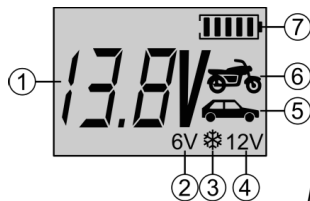

Figura 2: Display
All'inizio del processo di carica, se necessario, ad esempio nel caso di batterie solfatate, si cerca di rigenerare la batteria collegata con l'aiuto di brevi impulsi di corrente. Questa funzione di rivitalizzazione è automatica e non può essere impostata direttamente. Secondo il livello di carica della batteria, il dispositivo modifica la corrente di carica per ottimizzare il processo. Solo durante la fase di carica principale, il dispositivo lavora con il massimo valore della corrente di carica. Poco prima del raggiungimento del massimo livello di carica, il dispositivo lavora con la corrente di carica minima. Questo accorgimento consente di completare il processo di carica in modo ottimale. Il simbolo della batteria visualizzato sul display (7) (figura 2: Display) mostra il livello di carica attuale della batteria.